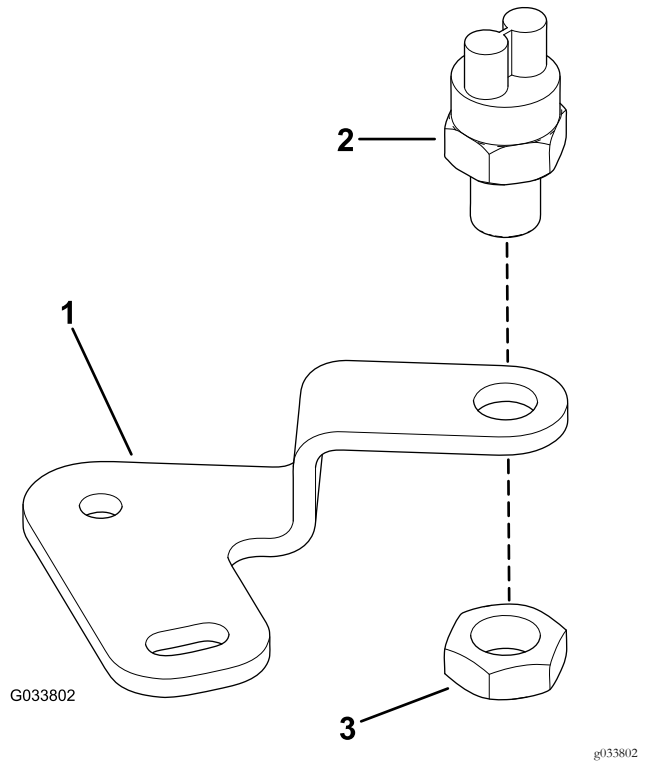

Figura 3
2. Montate l'interruttore a sfera sulla relativa staffa con il controdado (9/16") come illustrato nella Figura 3.